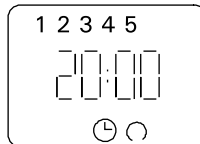

Рисунок 21
- вернитесь в режим реального времени кнопкой таймера (Рис. 21)